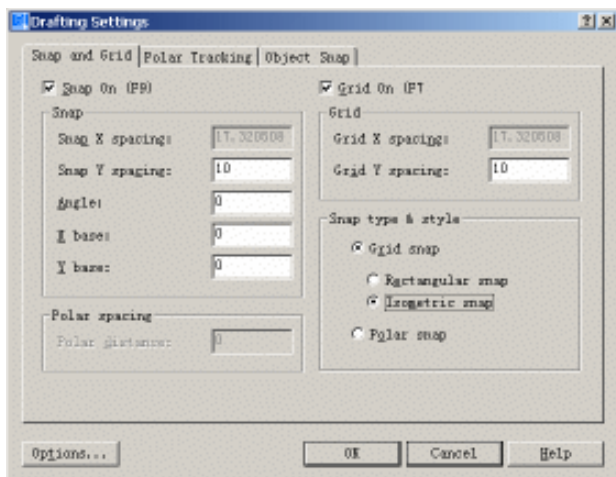

图 5.2 Drafting Settings（草图设置）对话框
(1) 选择【Tools】|【Drafting Settings】命令，打开 Drafting Settings（草图设置）对话框，按如图 5.2 所示的进行参数设置。